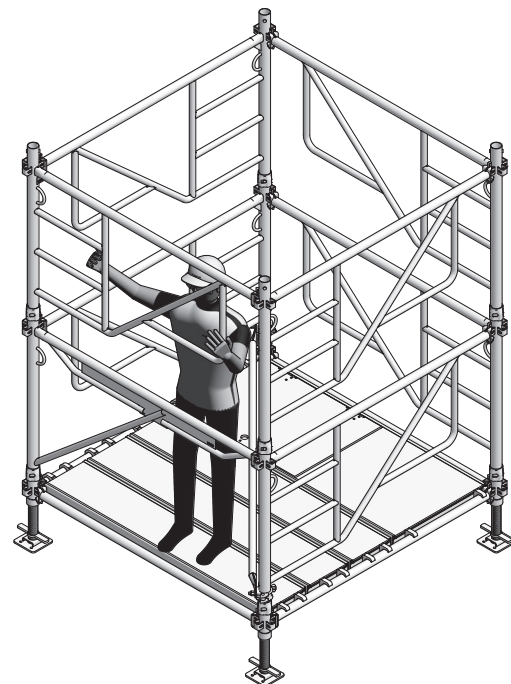

Abb. 10.3
11. Vom Gerüstbelag der Ebene 0 aus die Rahmen 100 MT für Ebene 2 einbauen (Abb.10.3).